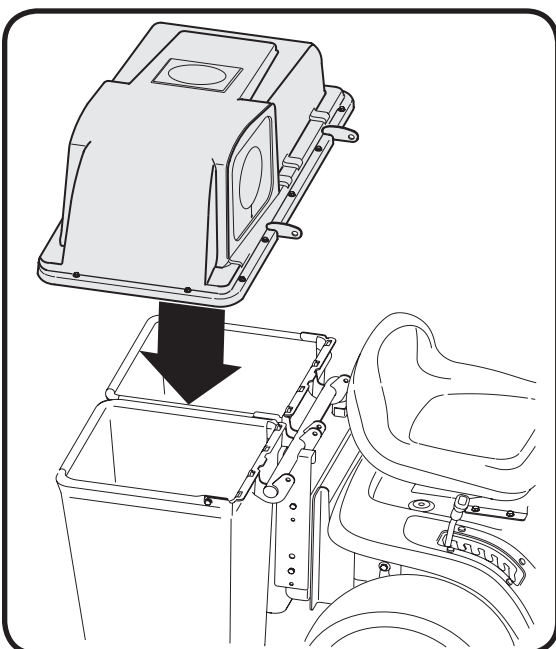

Figura 19
3. Coloque la cubierta de las bolsas para pasto encima de las bolsas para pasto y alinee los orificios de las bisagras de la cubierta de las bolsas con los orificios correspondientes del conjunto del tubo del soporte. Vea la Figura 19.